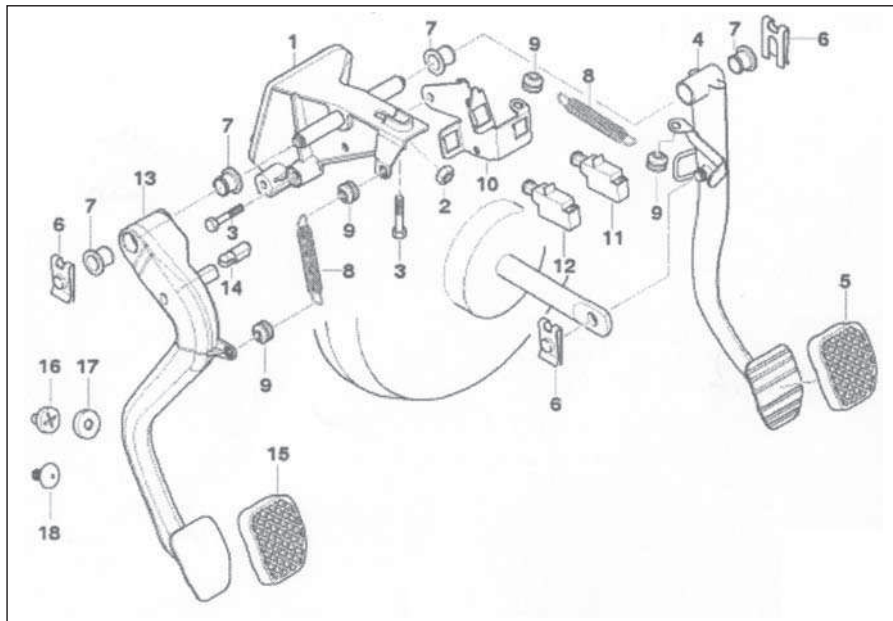

Рис. 10.3. Педальный узел:
Воздействие на главный цилиндр оказывается рычагом педали (13, рис. 10.3) сцепления, которая установлена на педальном кронштейне (1).